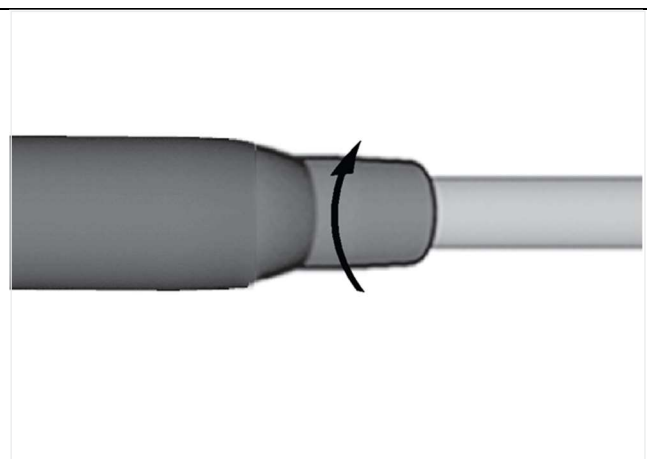

FIG. 3
3. Segurando o motor, rosqueie por completo o conector MCX à ligação traseira do motor FIG. 3.